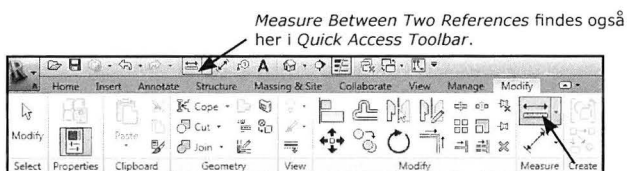

Fig. 06.36. *Measure Between two References*.
Hvis man blot skal måle mellem to punkter uden at afsætte en målkæde, kan *Measure between two References* anvendes (Fig. 06.36).
- Klik *Modify - Measure between two References* (Fig. 06.36).
Measure Between Two References findes også øverst i *Quick Access Toolbar* (Fig. 06.36).